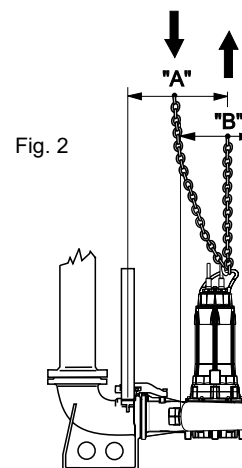

Fig. 2
1.5. - Desejando extrair a electrobomba do seu alojamento, primeiro é necessário desligar os cabos eléctricos do quadro de comando e proceder à elevação seguindo as instruções fornecidas na pág. 10 (Fig.2). Lave o exterior e o interior da electrobomba com um jacto de água para remover todos os possíveis resíduos do líquido bombeado, lembrando-se sempre de utilizar óculos de segurança, luvas de borracha, máscara e avental impermeável.